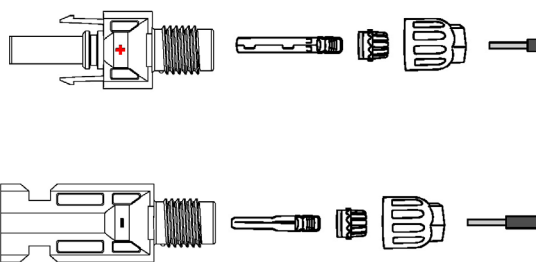

Fig. 23. Desmontaje del conector.
- c. Desmontar el conector de la bolsa de accesorios, tal como se muestra en la Fig. 23: